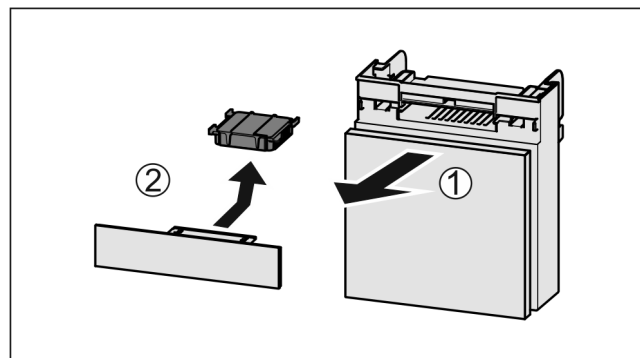

Fig. 82
- ▶ Extrageți Fig. 82 (1) compartimentul către înainte.
- ▶ Scoateți Fig. 82 (2) filtrul de cărbune activ.